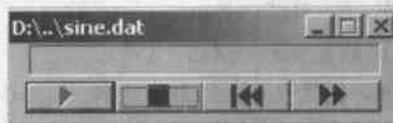
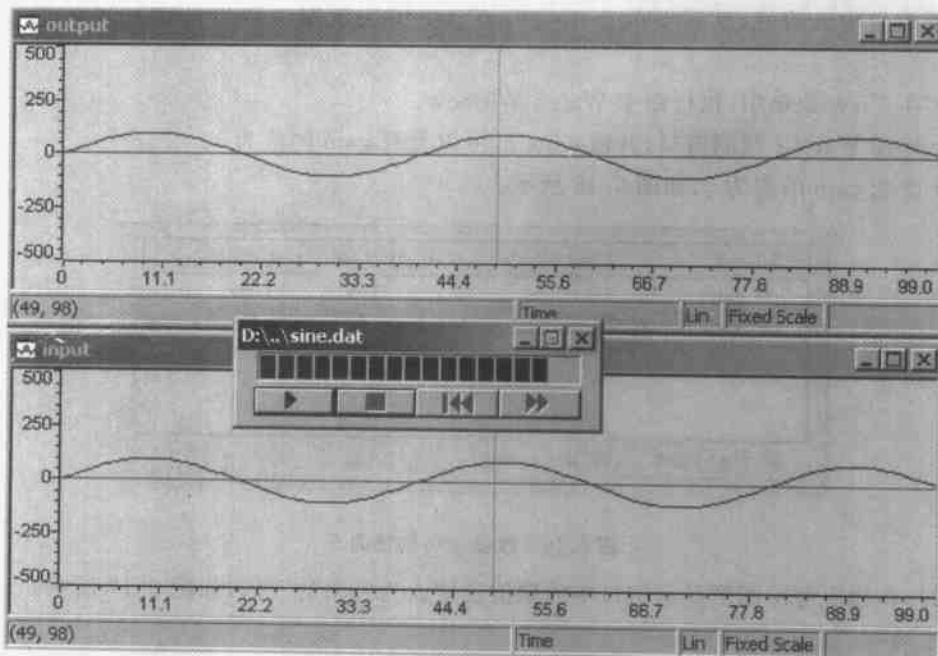

图 6.9 数据文件控制窗口
图 6.15 暂停时的输入/输出波形的图形显示
- (6) 单击 File Input 选项，单击 Add File 按钮。
- (7) 选择 sine.dat 文件，该文件与 volume.c 等文件在同一目录下。
- (8) 将数据文件 sine.dat 添加到 File I/O 列表中，将出现一个控制窗口，如图 6.9 所示。可以在运行程序时使用这个控制窗口来控制数据文件传输的开始、停止、前进或后退等操作。
使用如图 6.9 所示的文件 I/O 控制窗口,可以控制数据文件输入的开始、停止、前进和后退等操作。在停止状态下,输入 inp\_buffer 与输出 out\_buffer 的波形会完全一致,如图 6.15 所示。